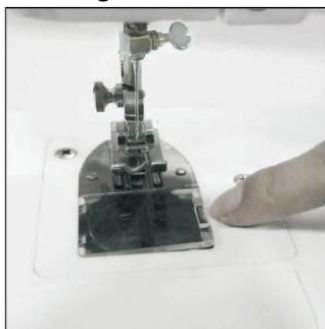

Bild 7
- 1) Öppna locket till spolkorgen genom att dra i knappen åt höger (bild 7).